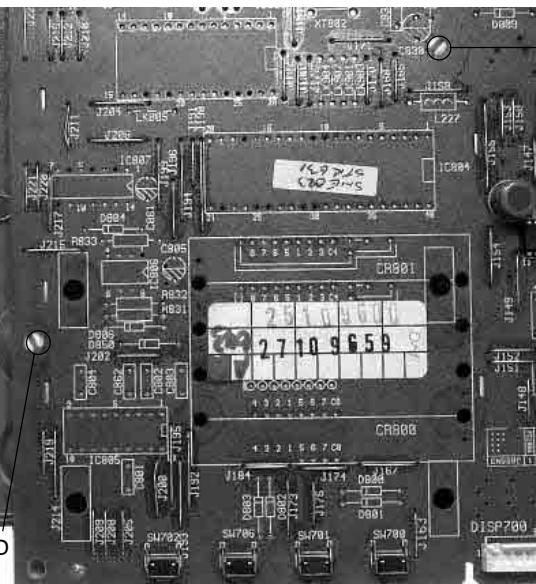

Fig. 3
- 4 Abstandshalter **D** in der Chassisplatte zusammendrücken (Fig. 3), Druckplatte nach oben ausrasten und Chassisplatte nach vorne herausziehen, Abstandsmuttern am SAT-Tuner abnehmen.
- Release 4 expansion clips **D** at the main PCB (Fig. 3), lift the main PCB upwards and forwards, remove the spacer nuts mounted on the SAT Tuner.